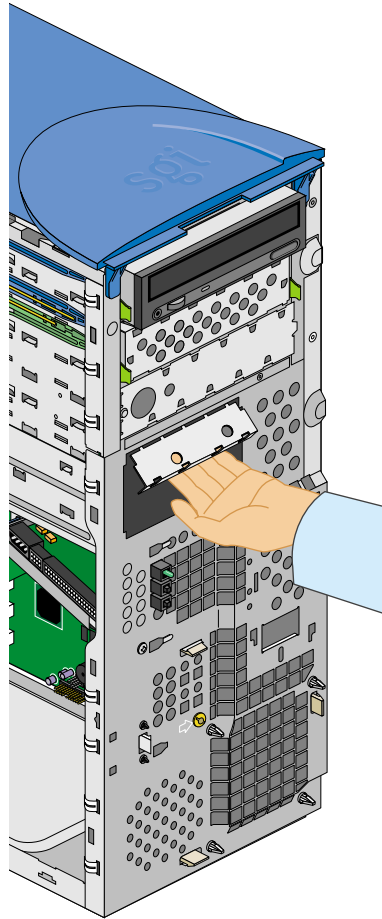

Abbildung 2-12 Abnehmen der Abdeckplatte für das 3,5-Zoll-Laufwerk
- Fassen Sie die Abdeckplatte an der unteren Kante, und ziehen Sie daran. Beim Herausziehen der Abdeckplatte löst sich diese vom Gehäuse. Abbildung 2-12 veranschaulicht das Vorgehen.